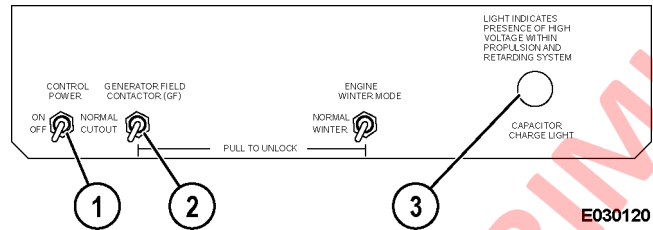

FIGURA 3-1. PANEL DE VISUALIZACIÓN DE INFORMACIÓN
6. Localice el interruptor de corte GF (2, Figura 3-1) en el panel de acceso, al lado izquierdo del gabinete de control principal. Coloque el interruptor en la posición de corte (CUTOOUT). Esto evitará que el alternador vuelva a energizarse y genere voltaje en el sistema hasta que el interruptor vuelva a su posición original.